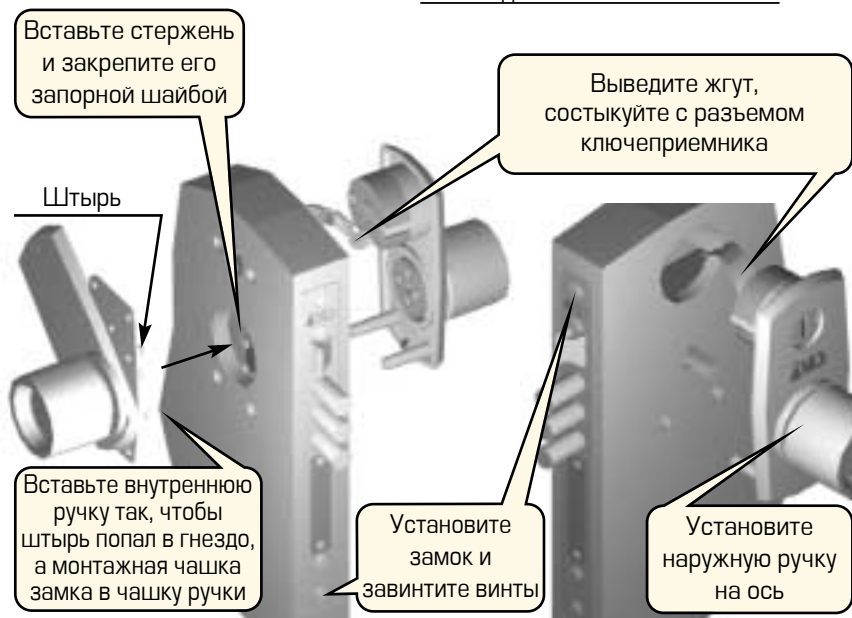

Рисунок 14 – Установка замка в дверь
15. Установите замок в подготовленное для этого гнездо на двери, при этом штепсельный разъем выведите через верхнее отверстие в сторону наружной ручки (рис. 14).